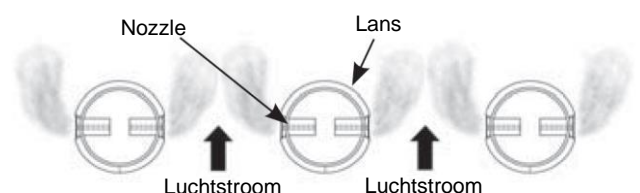

Fig. 8 Oriëntatie van de lans
corresponderende collectoropening onderaan. Draai de lans zodanig dat de nozzles stoom verdelen loodrecht op de luchtstroom (zie Fig. 8).
Controleer dat de nozzles loodrecht staan op de luchtstroom (zie Fig. 8). De lansen met veerspanning roteren gemakkelijk, waardoor een goede oriëntatie mogelijk is.
7. Verzekeer u dat de nozzles van de lansen in een correcte hoek staan t.o.v. luchtstroom. Zie Fig. 8.